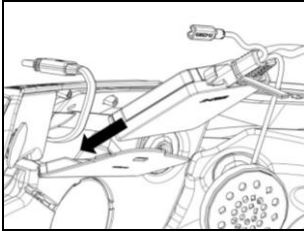

Fig. 6
- Introducir la e-box en su posición (Fig. 6).